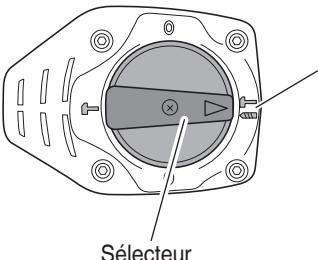

Fig. 7
- (b) Alignez ▲ du levier du sélecteur et IT du couvercle de la manivelle comme illustré à la Fig. 7.